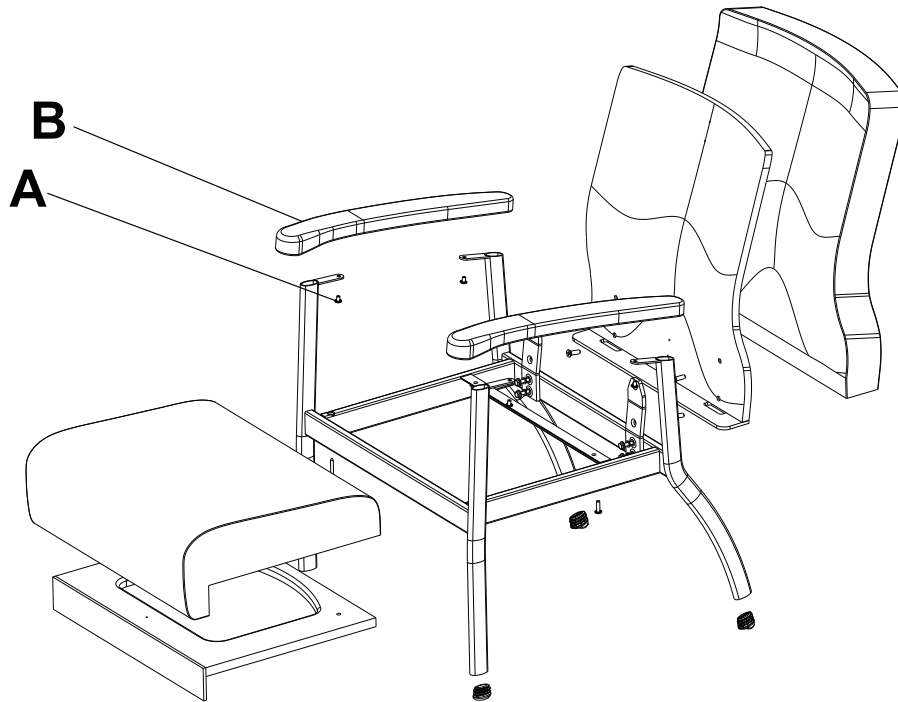

Figure 2 – Remplacement du protège-accoudoir
1. À l'aide d'un tournevis cruciforme n° 3, retirer les deux vis (A) qui fixent le protège-accoudoir (B) au châssis de la chaise (Figure 2). Retirer et jeter le protège-accoudoir. Conserver les vis.